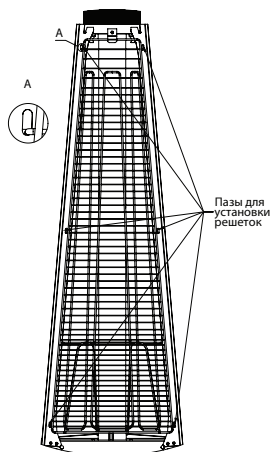

Рис.13 - Установка решетки
- Установите в пазы верхних профилей решетки (Рис. 13);